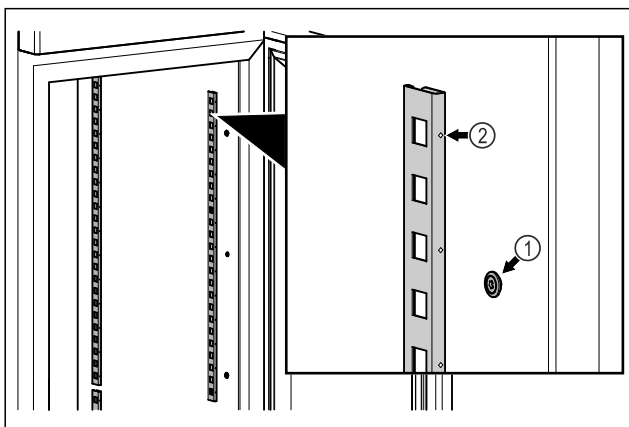

Fig. 48 Ilustrační zobrazení
- Zahákněte zářákové lišty do zavěšení Fig. 48 (1). Označení Fig. 48 (2) musí směřovat dopředu.